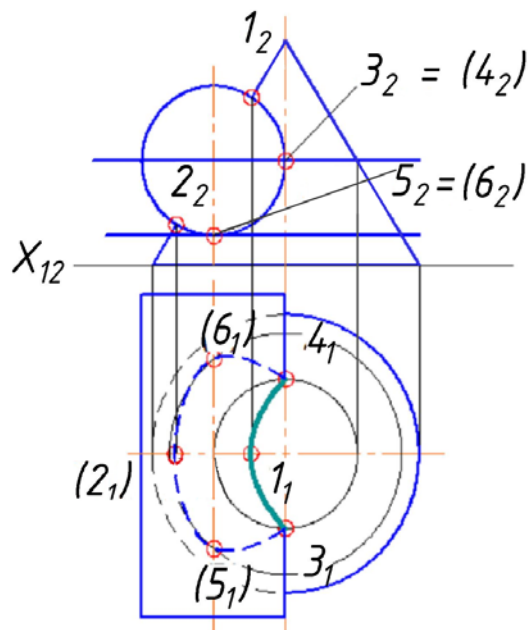

Рисунок 16 – Крок 3 алгоритму виконання РГР № 3
3. Сполучити отримані однойменні проєкції точок з урахуванням видимості (рис. 16).